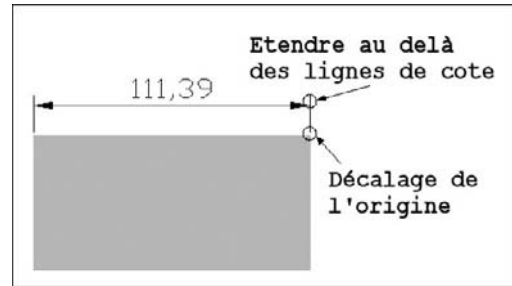

Fig.9.6
- Dans la section **Ligne d'attache** (Extension Line), déterminer la distance de dépassement de la ligne d'attache par rapport à la ligne de cote via le champ **Etendre au-delà des lignes de cote** (Extend beyond dim lines) (fig.9.6).